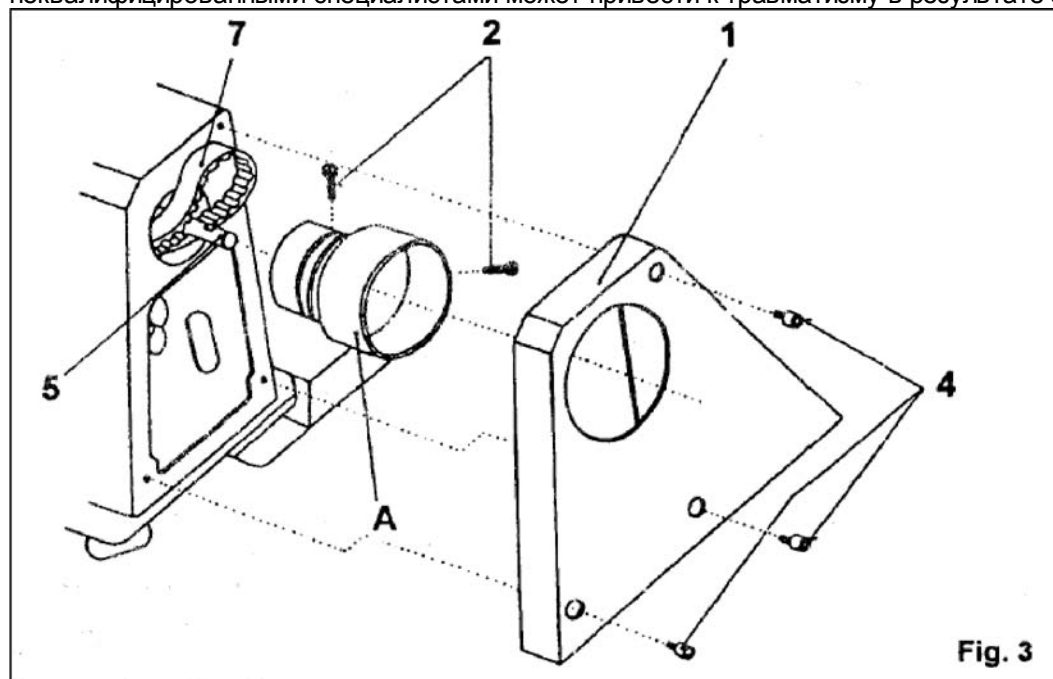

Fig. 3
4) Приводной ремень и его натяжение (рис. 3)